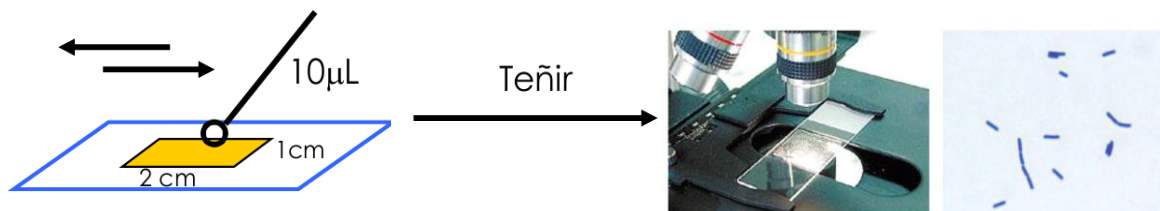

Figura 16 Pasos para realizar el conteo de microorganismos
4.2.1 Control de la microflora durante el proceso de fermentación mediante el método de Breed (Cuenta directa) (Figura 16).